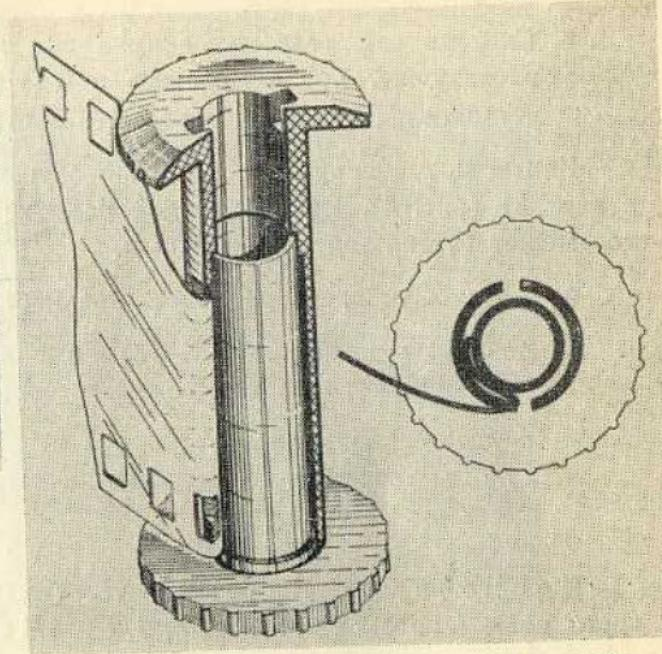

Рис. 8. Заправка пленки в катушку.
4. Заправить конец пленки в щель катушки и закрепить пленку, введя зуб катушки в перфорационное отверстие (рис. 8). Перед заправкой установить щель в удобное положение поворотом катушки в направлении, указанном на ней стрелкой.